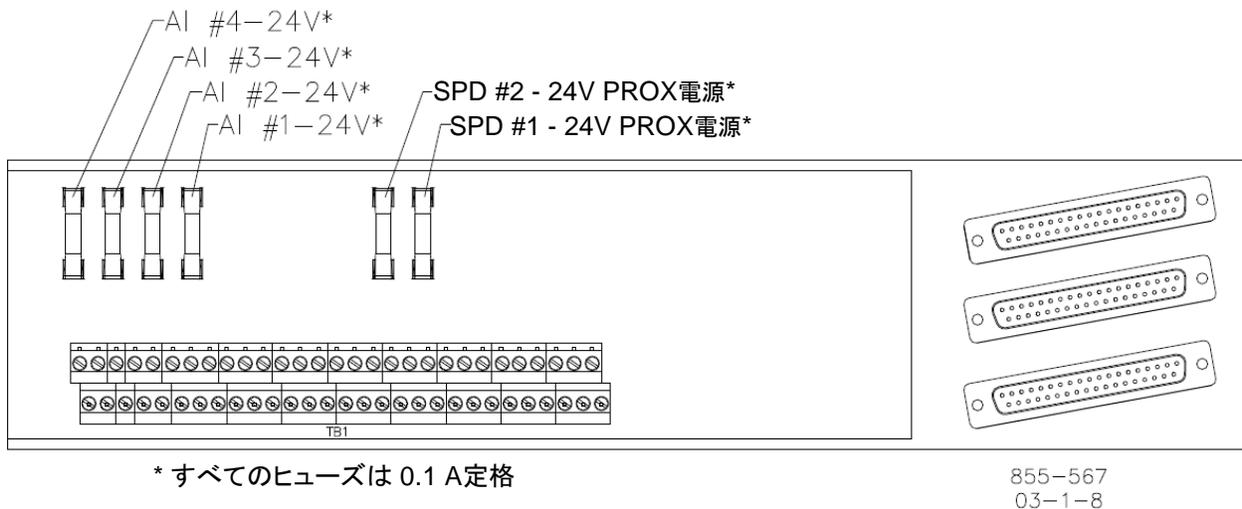
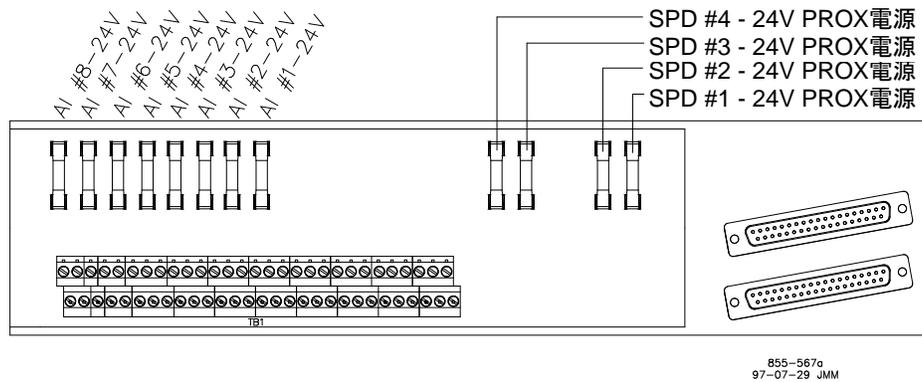

図 8-7. TMR MPU とアナログ I/O モジュール FTM のヒューズ配置
図 8-8. MPU とアナログ I/O モジュール FTM のヒューズ配置
- 配線を確認してください。端子台の緩み、ケーブルの外れや誤接続、端子台のジャンパの欠落、FTMのDC24 Vヒューズ切れがないか確認してください。FTMヒューズの配置については、図8-7.または図8-8.を参照してください。
- 配線を確認してください。入力の読み取り値が0または0 mAに相当する工学単位の場合、端子台の接続の緩み、ケーブルの外れや誤接続、電流入力の場合の端子台のジャンパの欠落、FTMのDC24 Vヒューズの切れがないか確認してください。FTMのヒューズ配置については図8-7.または図8-8.を参照してください。
3. ヒューズの場所を特定し、同じサイズ、定格の新しいヒューズと交換します。チャンネルのヒューズの位置については、図8-7.または図8-8.を参照してください。